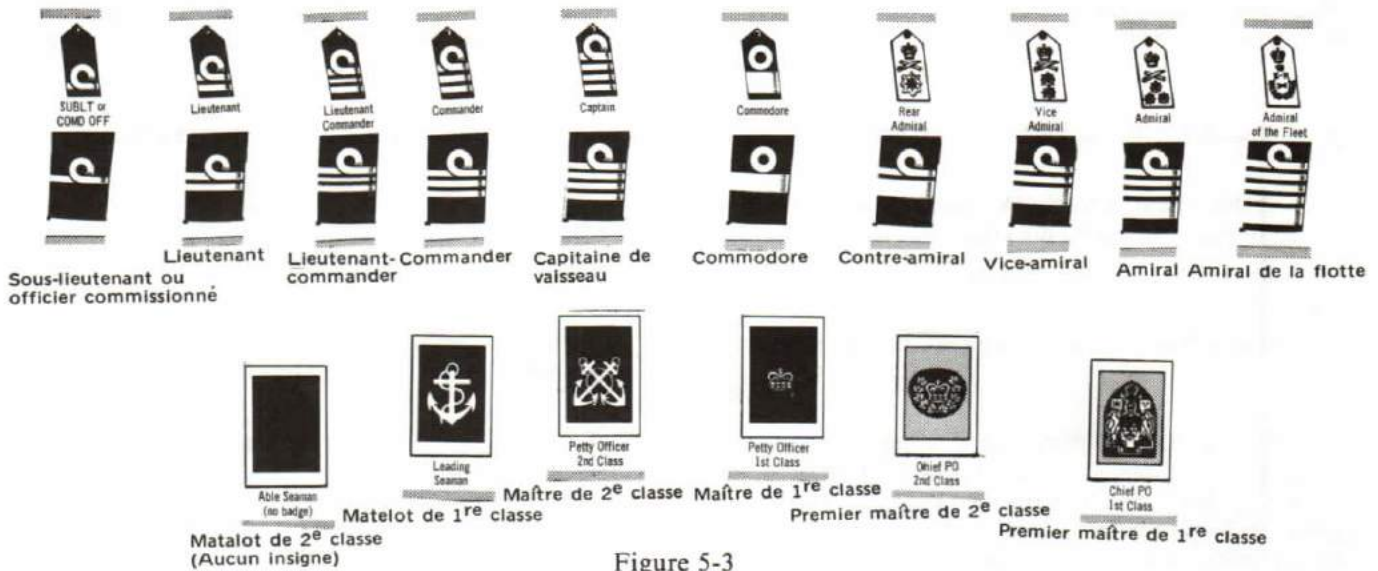

Figure 5-3
3. In the sea environment, rank titles and insignia from the former service are retained. (See Figure 5-3). These are worn on naval uniforms and are not used on Canadian Forces uniforms.
3. Dans l'élément Mer, les appellations de grade et les insignes de l'ancien service ont été retenus (voir la figure 5-3). Ils se portent avec l'uniforme de marin mais non avec celui des Forces canadiennes.